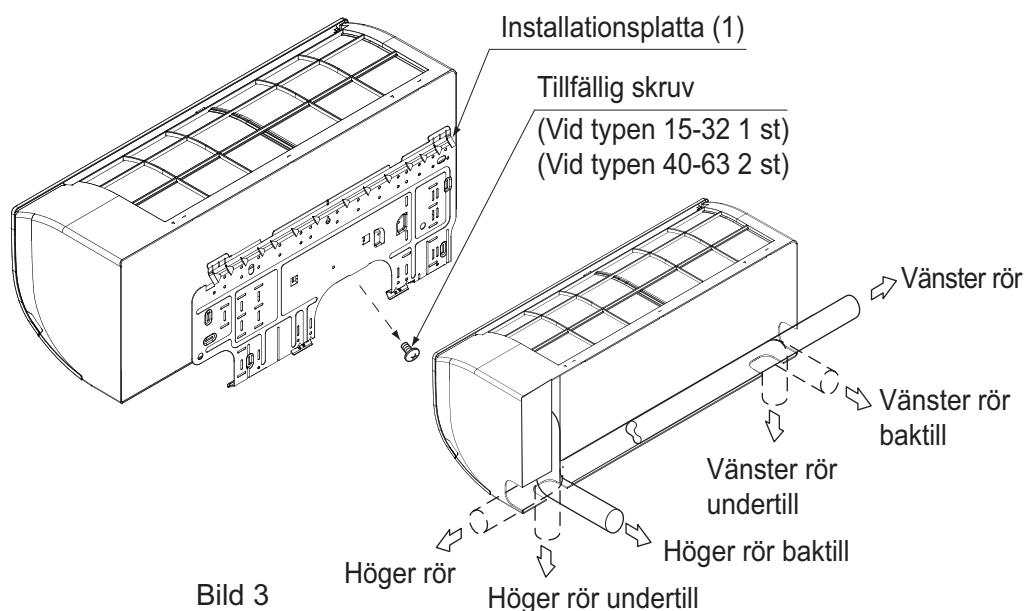

Bild 3
(1) Öppna rörgenomföringshålet.
- Köldmedierör och dräneringsrör kan dras ut i någon av 6 olika riktningar: vänster, botten-vänster, bak-vänster, höger, botten-höger eller bak-höger. **(Se bild 3)**
(2) Ta bort installationsplattan (1) från enheten och fäst den vid väggen.
(Installationspanelen är tillfälligt fäst vid enheten med skruv.) **(Se bild 3)**